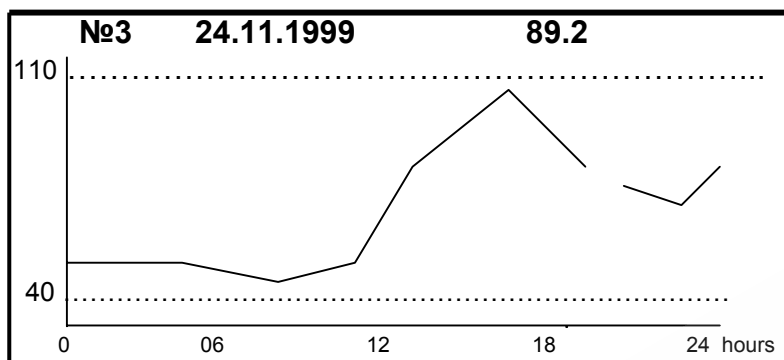

Рис.21. Дисплей в режиме посуточного просмотра, предыдущие сутки.
При нажатии \blacktriangle будут показаны предыдущие сутки (рис.21) и т.д. Для перехода к почасовому просмотру необходимо нажать \downarrow .
2.3.6.4. Неисправность или отсутствие связи в режиме хронологии обозначается отсутствием графика в течение соответствующего промежутка времени (см. рис. 21)